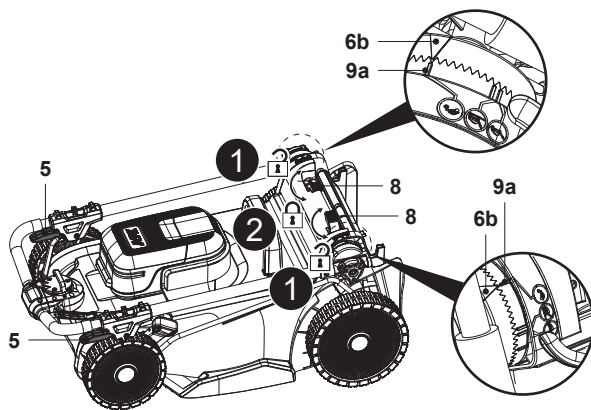

Fig. 26
9. Para ahorrar espacio, también puede abrir las dos palancas de bloqueo (5) y recoger hasta el tope la parte superior del manillar; para ello, fije bien las conexiones (5, 8) y asegúrese de que el triángulo indicador (6b) esté alineado con el indicador de estacionamiento (9a) para evitar que el producto se abra (Fig. 26).